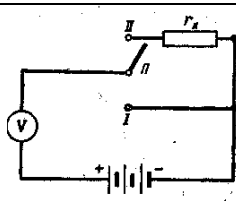

Рис. 4.6
10. Измерение большого сопротивления производится по методу вольтметра, как показано на рис. 4.6. При постановке переключателя Π в первое положение отклонение прибора равно α_1 , а во второе положение — α_2 . Найти выражение для определения величины сопротивления R_x , если сопротивление вольтметра равно R_V .